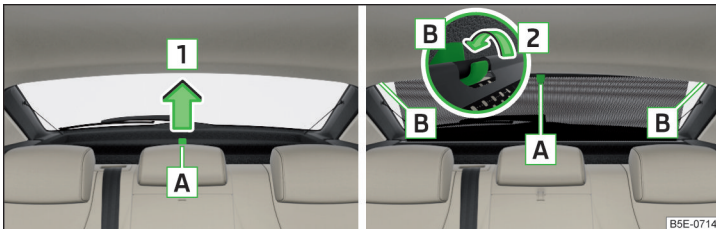

Abb. 78 Sonnenschutzrollo
- › Zum **Ablenden** das Rollo am Griff **A** in Pfeilrichtung **1** herausziehen und in die magnetischen Halter **B** in Pfeilrichtung **2** einhängen » Abb. 78.